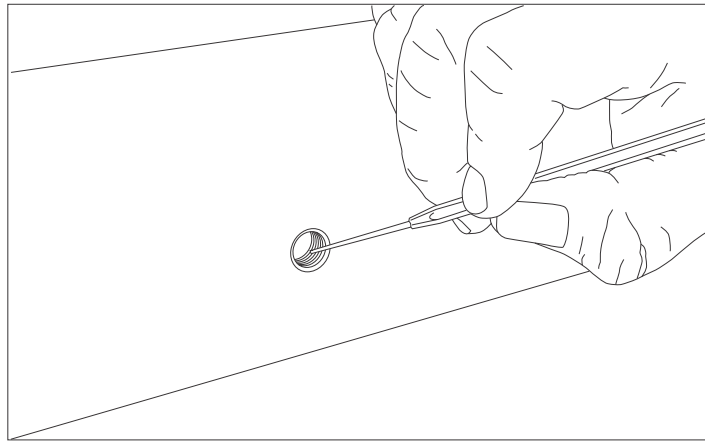

Abbildung 34: Überschüssiges Dichtungsband vom Flansch entfernen
13. Überschüssiges Dichtungsband von den Gewinden an der Öffnung entfernen und auf Kaltverschweißungen überprüfen. Siehe Abbildung 34.